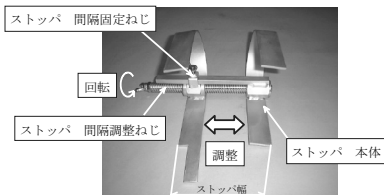
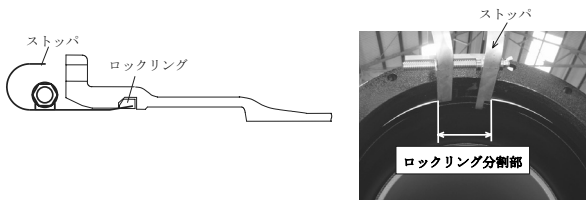

図7 ストップの概要
図8 ストッパの装着
- (3) 図7に示すように、ストップはストップ間隔調整ねじによりストップ幅を調整することができる。図8に示すようにストップをロックリング分割部にストップ幅を調整して装着し、ロックリング拡大器具を取り外す。